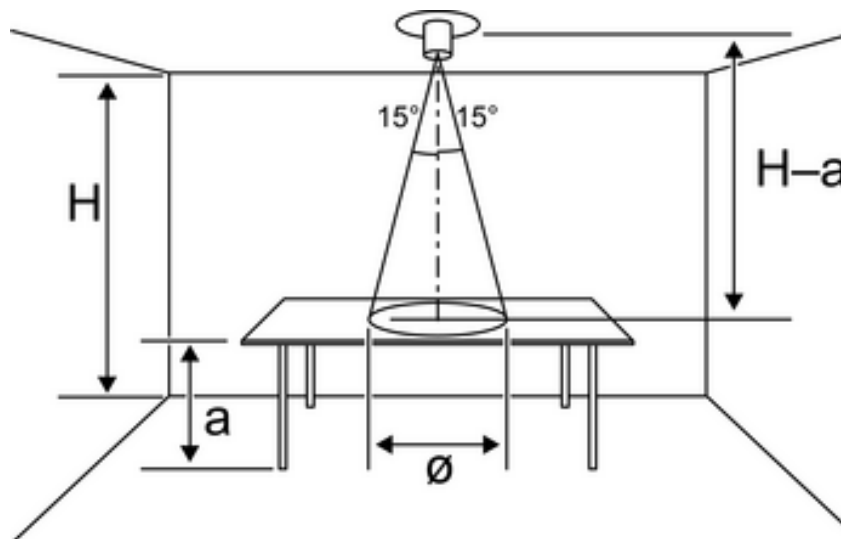

Figura 2: Barra conduttrice con incidenza di luce diretta
- Montare il regolatore di luminosità sul soffitto, direttamente sopra la superficie di lavoro (figura 2).
Il regolatore è posizionato direttamente sopra la superficie di lavoro (figura 2).